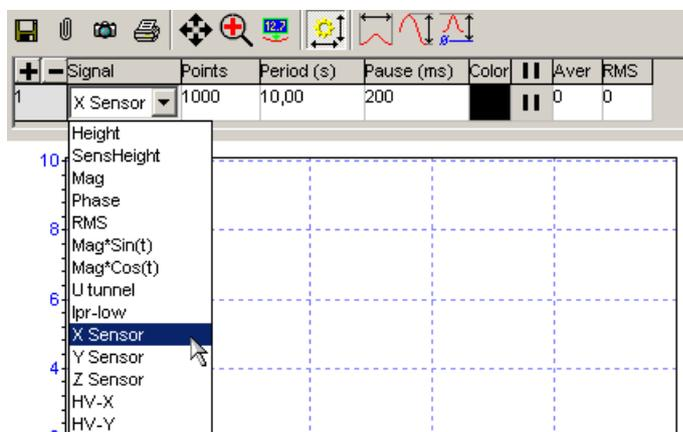

Рис. 2-8
5. На осциллографе выберите в качестве регистрируемого сигнала сначала **X Sensor** (Рис. 2-8), а затем **Y Sensor**. Проверьте значения RMS для сигналов **X Sensor** и **Y Sensor**. Величины RMS должны составлять примерно 0.0002 В.